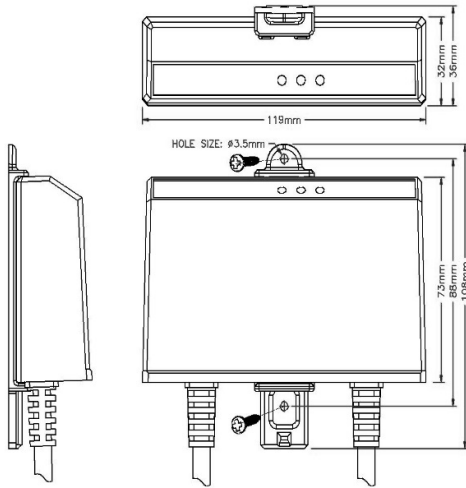

Figure 1
11.1 Le chargeur de batterie est monté directement au bien de l'aile de votre véhicule comme indiqué sur la figure 1. Si en utilisant les écrous et boulons fournis, percer deux trous de 1/8 " de diamètre. Si l'arrière de la surface de montage est difficile à atteindre, vous pouvez envisager d'utiliser deux vis 1/2 " longue feuille de métal (non fourni) au lieu des écrous et des boulons fournis.